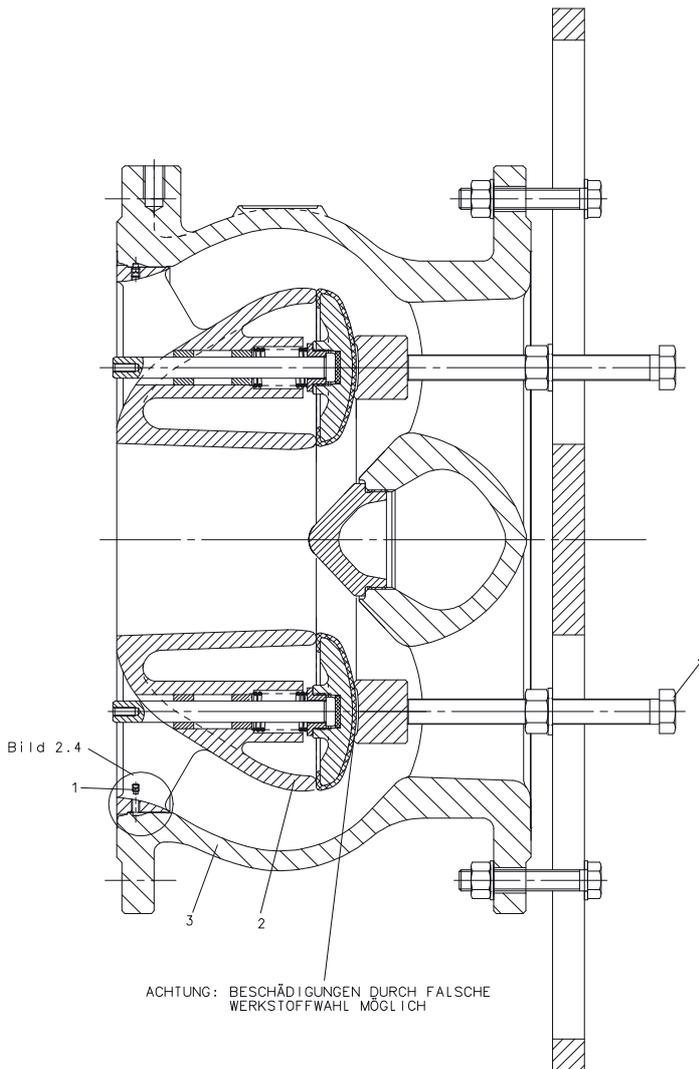

Bild 2.3.2
Um den Gehäuseeinsatz (2) aus dem Gehäuse (3) auszubauen, wird eine Kraft von ca. 40 kN benötigt. Diese Kraft kann mit Hilfe einer Presse, eines Montagehilfswerkzeuges o. ä. aufgebracht werden, wie es in Bild 2.3.2 dargestellt ist.